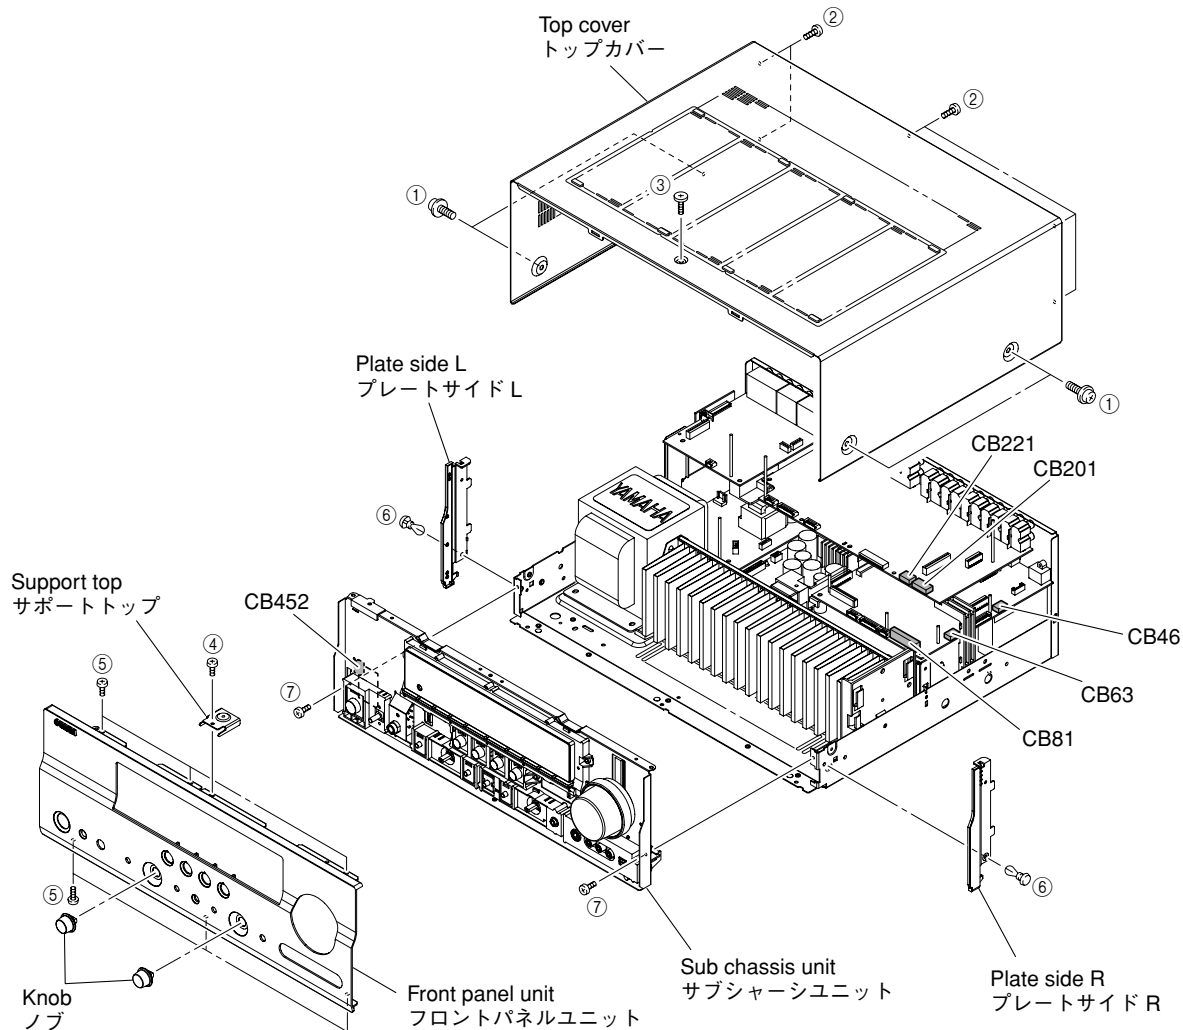

Fig. 1
- a. Remove 4 screws (①), 5 screws (②) and screw (③). (Fig. 1)
- b. Slide the top cover rearward to remove it. (Fig. 1)
- a. Remove 2 knobs. (Fig. 1)
- b. Remove screw (④) and then remove the support top. (Fig. 1)
- c. Remove 6 screws (⑤). (Fig. 1)
- d. Remove the front panel unit. (Fig. 1)
- a. Remove 2 push rivets (⑥). (Fig. 1)
- b. Remove the plate side L/R. (Fig. 1)
- c. Remove 2 screws (⑦). (Fig. 1)
- d. Remove CB46, CB63, CB81, CB201, CB221 and CB452. (Fig. 1)
- e. Remove the sub chassis unit. (Fig. 1)
- a. ①のネジ4本、②のネジ5本、③のネジ1本を外します。(Fig. 1)
- b. トップカバーを後方へスライドさせ、取り外します。(Fig. 1)
- a. ノブを2個取り外します。(Fig. 1)
- b. ④のネジ1本を外し、サポートトップを取り外します。(Fig. 1)
- c. ⑤のネジ6本を外します。(Fig. 1)
- d. フロントパネルユニットを取り外します。(Fig. 1)
- a. ⑥のプッシュリベット2本を外します。(Fig. 1)
- b. プレートサイドL/Rを取り外します。(Fig. 1)
- c. ⑦のネジ2本を外します。(Fig. 1)
- d. CB46、CB63、CB81、CB201、CB221、CB452を外します。(Fig. 1)
- e. サブシャーシユニットを取り外します。(Fig. 1)